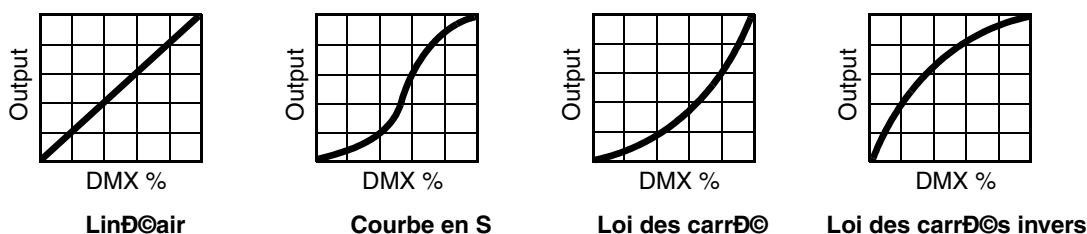

Figure 5: Courbes de gradation
- DIMMER CURVE** fournit 4 courbes de gradation (voir Figure 5):